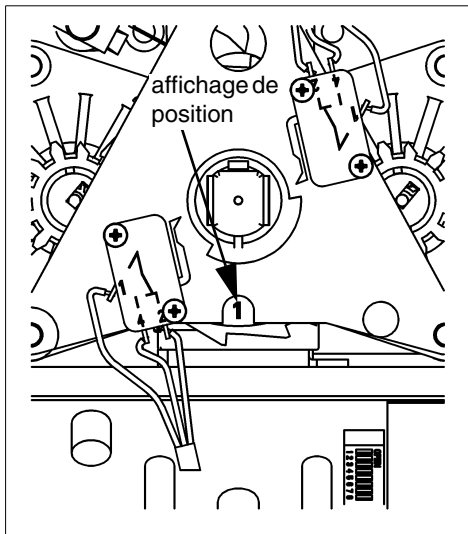

Fig. 11 : Affichage de position
- Retirer le capot (2).
- Le piston d'entraînement entraîne la roue d'entraînement (23) qui commande elle-même la petite roue dentée. Chaque cycle du piston moteur active l'allumage de la témoin de contrôle « **Débit d'eau** ». La position de la roue d'entraînement peut être constatée sur l'affichage de position (cf. fig. 11). La position de salage (pos. 2) est atteinte après deux courses. Après env. 3 minutes, l'entraînement effectuée à nouveau une course. Quantité d'eau usée jusque-là env. 3,5 litres.